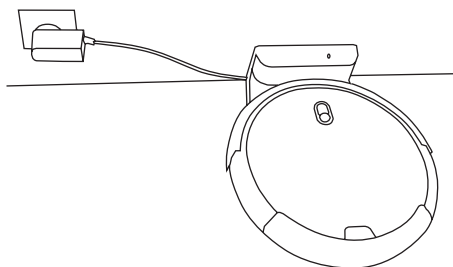

Figure 1
- Le robot se charge à partir de sa base de chargement (Figure 1)